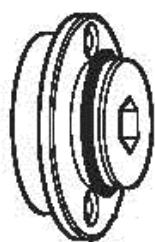

Bild 1.
- Börja med att fetta in o-ringens som monteras på väggbrocken (se bild 1) som sitter på framsidan av duschpanelen. (silikon fett ligger bipackad i portionspåse)